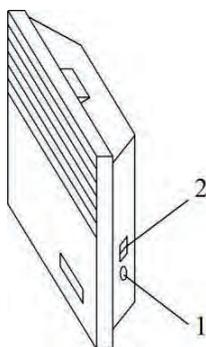

Рис. 6
5.6 Переведите клавишу выключателя (клавиши ступенчатого регулятора мощности) в отключенное положение «0», ручку термостата установите в положение «*» (совместите знак «*» на ручке с меткой на корпусе конвектора или блока управления). Конвектор готов к работе (расположение органов управления конвектором приведено на рис. 6).